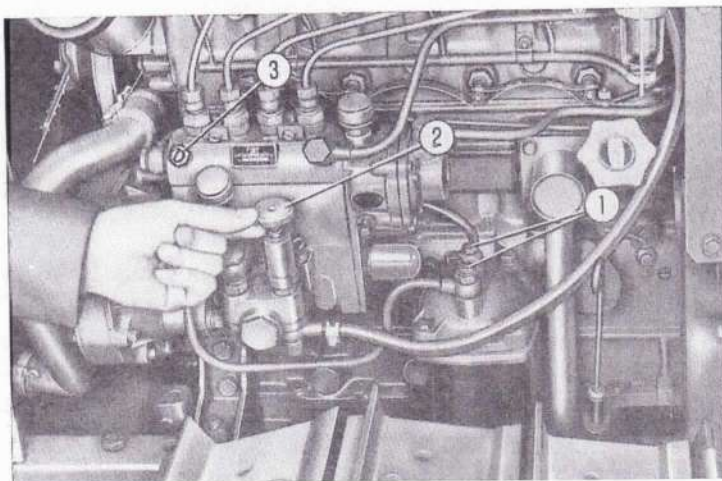

Fig. 8. Évacuation de l'air.
- Dévissez de deux tours les vis 1 (voir fig. 8) situées sur le filtre à gasoil; dévissez le bouton 2 de la pompe d'amorçage et ac-
3. Dévissez le bouton de la pompe d'amorçage (2, fig. 8) et pompez une vingtaine de fois de sorte que la circulation soit activée dans les canalisations (cette opération est tout particulièrement indiquée lorsque le tracteur a été inactif pendant une longue période).